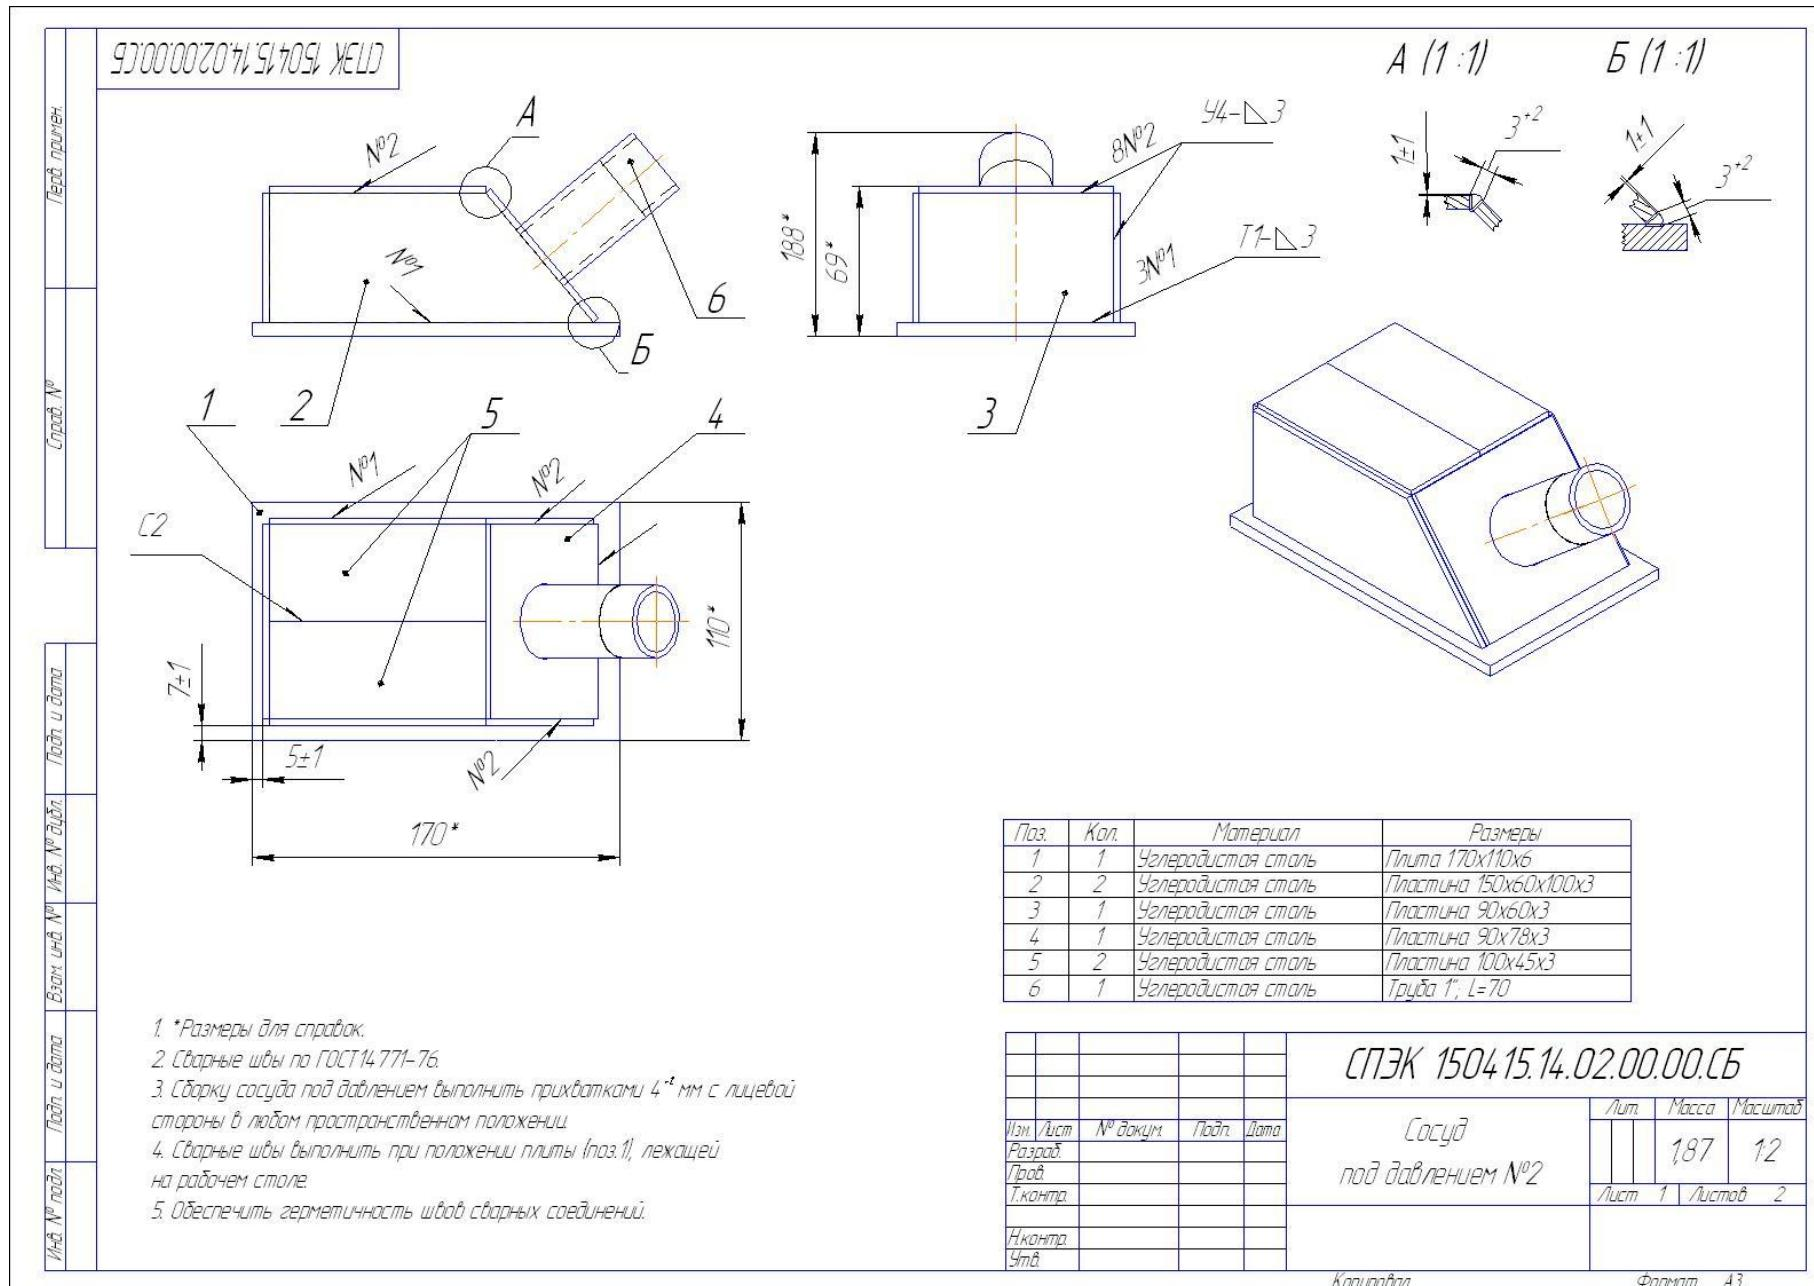

Рис. 4
9.3 Модуль 2. Сосуд под давлением. Задание №2. (Механизированная сварка плавящимся электродом в защитных газах MIG/MAG (135)) Рис. 4, 5.